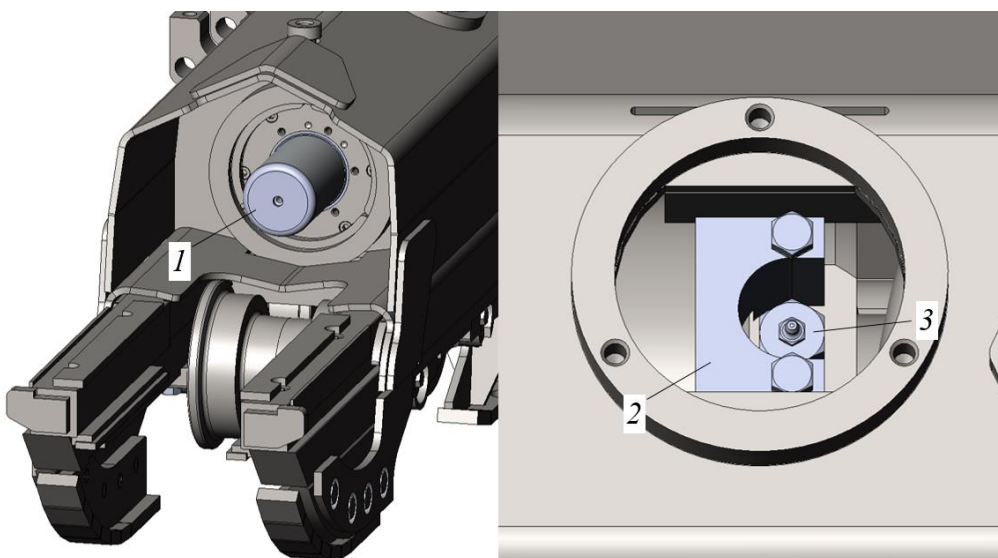

Рисунок 12.27. Удаление воздуха из механизма натяжения и установка ограничителя
- ▶ Смонтировать пресс-масленку 3 и ограничитель 2 от проворачивания, рис. 12.27.